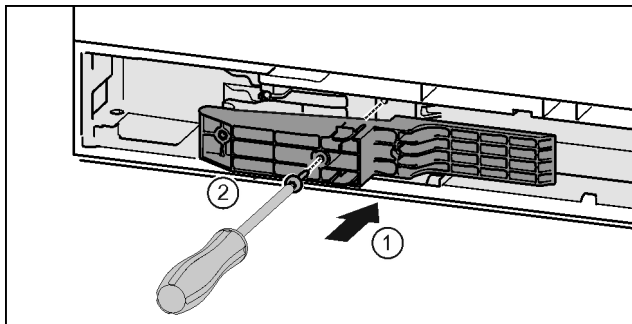

Fig. 36 *
- ▶ Helyezze be az illesztődarabot a nyílásba a fogantyú felőli oldalon. Fig. 36 (1)*
- ▶ Húzza meg a csavarokat a T15 csavarhúzóval. Fig. 36 (2)*